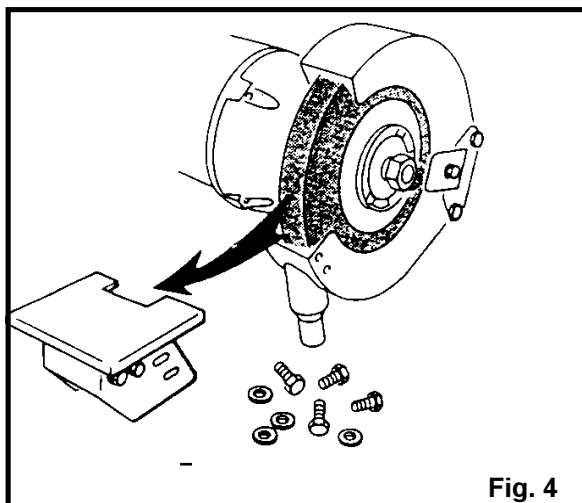

Fig. 4
1. Démontez le porte outil (fig.4)
4. Si ce n'est pas encore bon. Arrêter la machine et bouger le contre poids de droite comme indiqué sur la (fig.4)